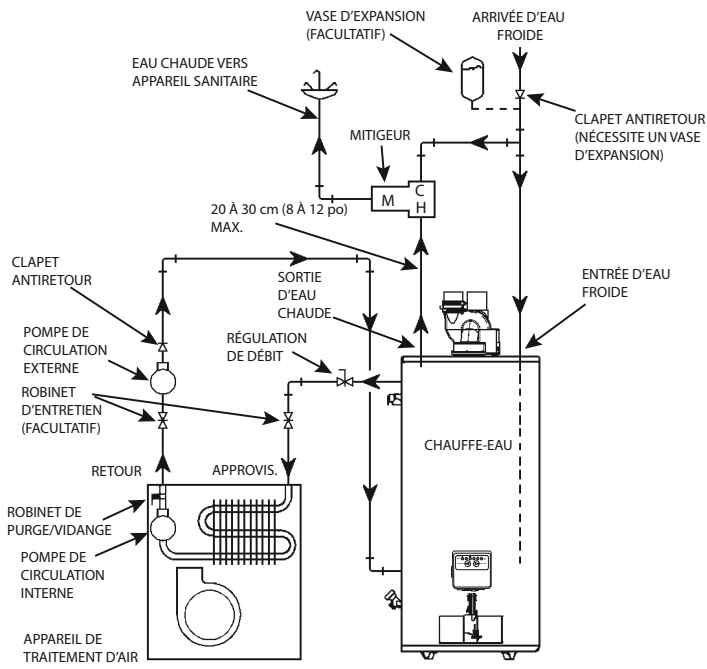
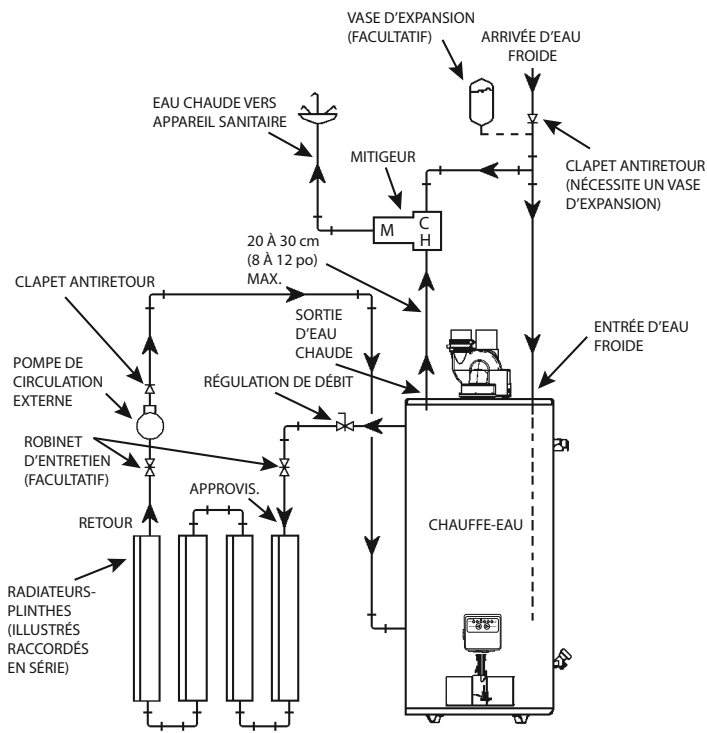

Figure 42
Figure 43
8. Les systèmes de chauffage « combinés » nécessitent des températures plus élevées que les autres applications. Si le système est utilisé pour fournir de l'eau à un circuit de chauffage combiné, un moyen de type mitigeur devra être installé pour tempérer l'eau de façon à réduire le risque de brûlure (voir Figure 42 et Figure 43).
- A. Un ventilo-convecteur/appareil de traitement d'air (Figure 42).
- B. Un circuit de radiateurs-plinthes (tube à ailettes)/ chauffage au sol à eau chaude (Figure 43).